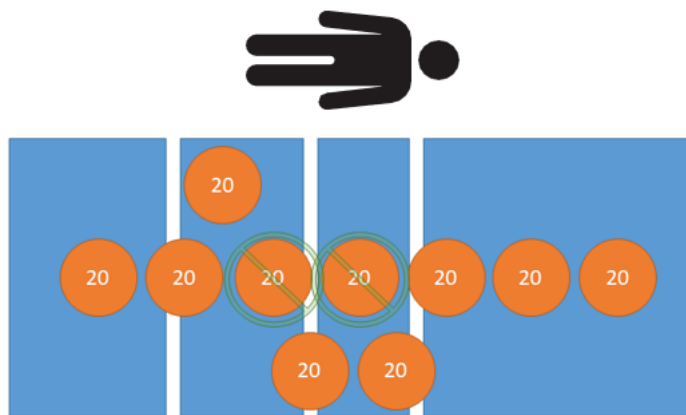

Figura 31 – Prueba de tara - 160 kg netos
6. Con ayuda de pesos calibrados, coloque 160 kg en el producto (Figura 31).
8. Con ayuda de pesos calibrados, coloque 160 kg en el producto (Figura 31).